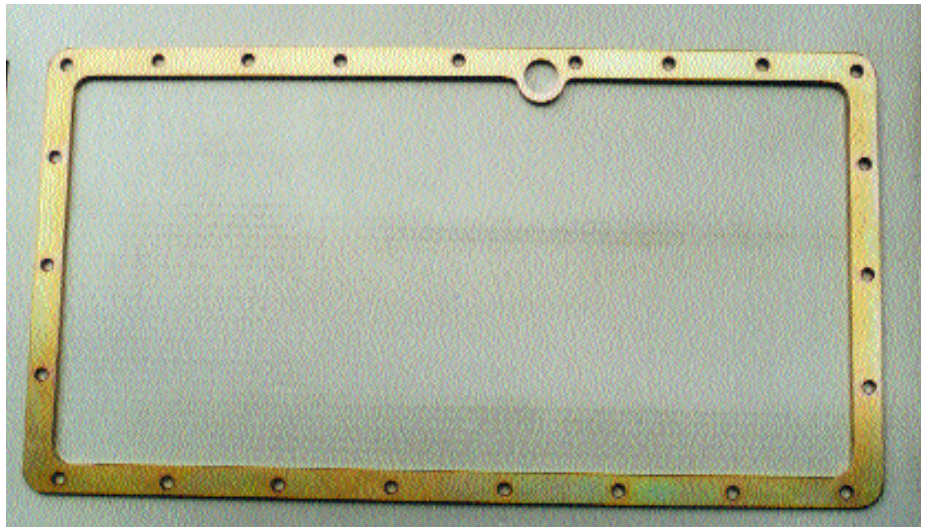

Bild 1: Zwischenblech
1. Man legt ein Zwischenblech (Bild 1) auf die Ölwanne, deren Auflage auf der Korkdichtung man vorher sorgfältig plan geklopft hat. Jetzt gibt es deutlich weniger Leckagen.